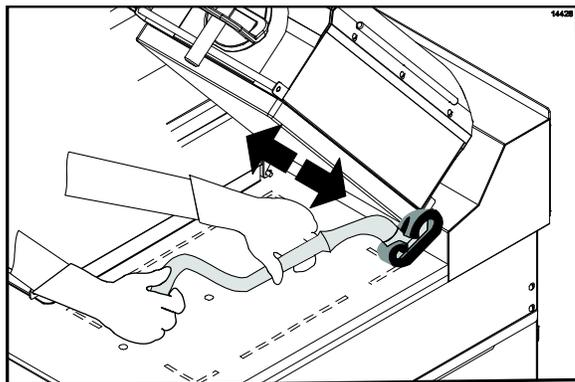

Figura 58
26. Talle la parte trasera de las placas, comenzando por la derecha y terminando con la izquierda. (Vea la figura 58.)